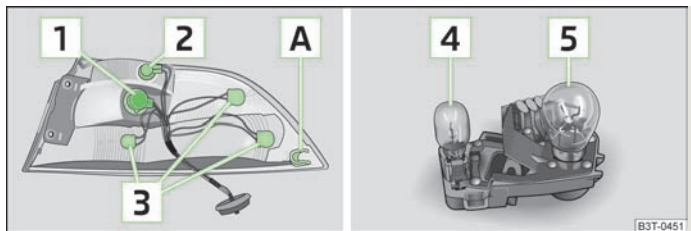

Fig. 193 Partea exterioară a blocului optic spate: Becurile / Partea interioară a blocului optic spate: Becurile
Prezentare generală a dispunerii becurilor » fig. 193.
- › Pentru montare, introduceți mai întâi blocul optic spate, cu punctul de fixare **A** » fig. 193 spre înainte, în bolțul din caroserie.
- › Scoateți becul defect **4** » fig. 193 din soclul și introduceți în locul său un bec nou.